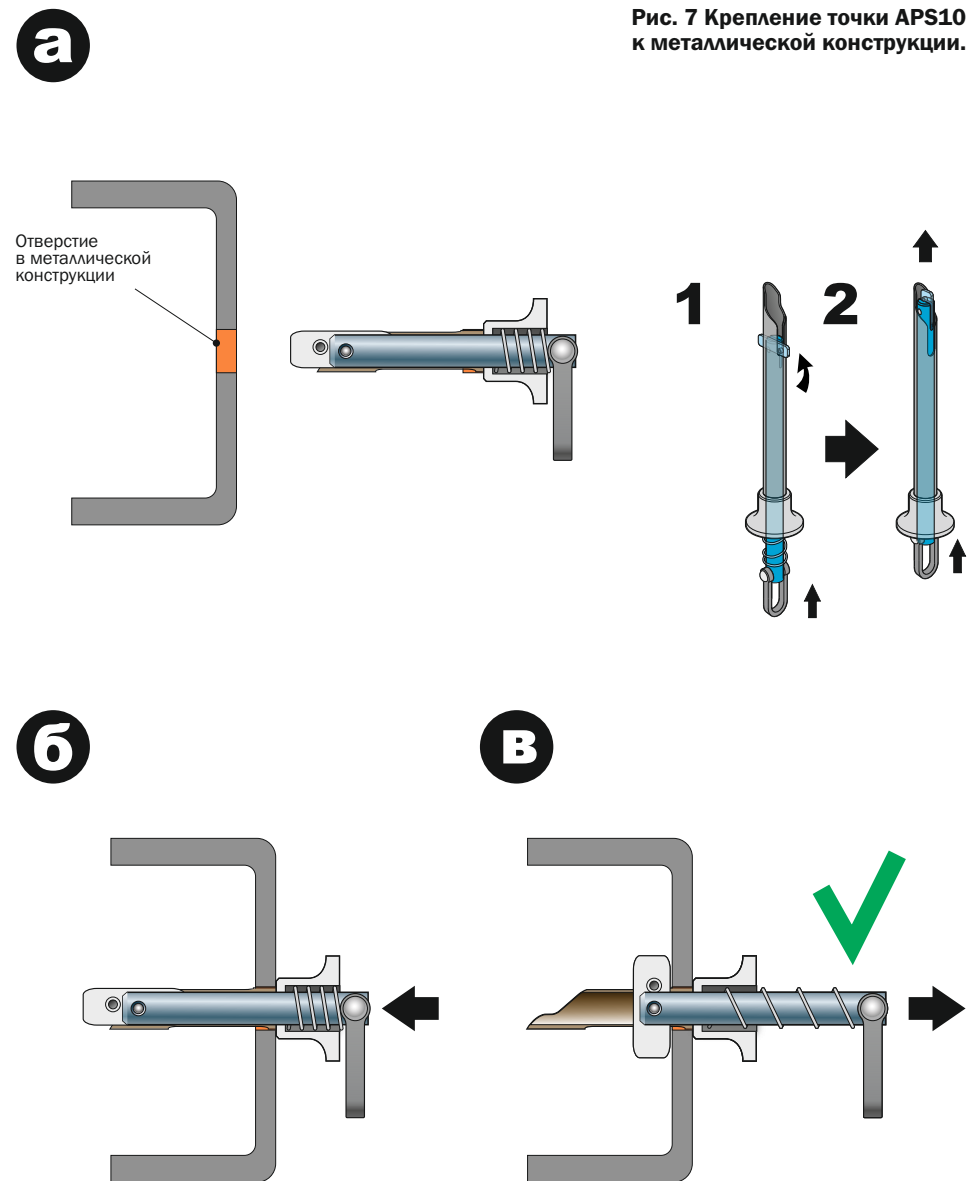

Рис. 7 Крепление точки APS10 к металлической конструкции.
Последовательность крепления анкерной точки APS10 без использования кронштейна KPS10 (на примере металлоконструкции) (рис. 7):
2. Надавить на анкерную точку в районе пружины с таким усилием (рис. 7а(1)), чтобы продольная ось пластины якоря совпала с осью трубы (пластина войдет внутрь трубы) (рис. 7а(2)).
3. Вставить анкерную точку в заранее подготовленное проектное отверстие в несущей металлоконструкции (рис. 7б).
4. Убедиться, что якорь открыт (рис. 7в). Для этого потяните анкерную точку на себя (рис. 6г(1)) и покрутите её вдоль её оси в разные стороны (рис. 6г(2)). Если точка не выпала из отверстия, значит, якорь отрылся и можно приступать к работе.